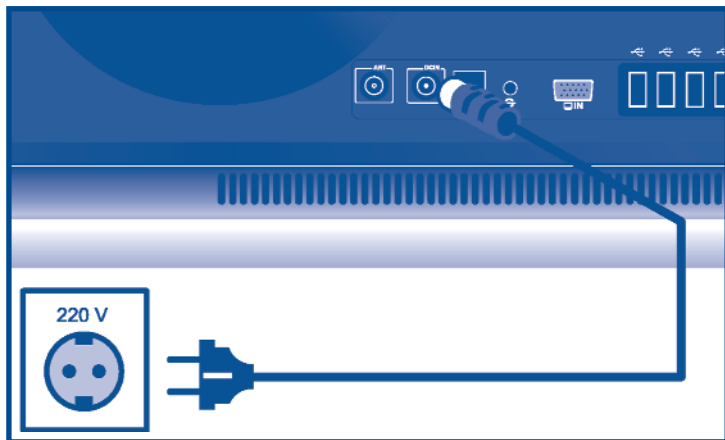

рис.1
3. Подключить кабель электропитания моноблока к соответствующему разъему на моноблоке, затем подключить его к сети 220 В (**см. рис.1**).